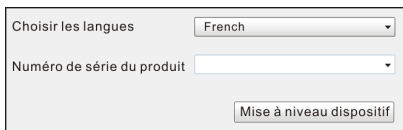

Figure 7-2
4. Lancez l'outil de mise à jour, un écran qui ressemble à la Figure 7-2 sortira: